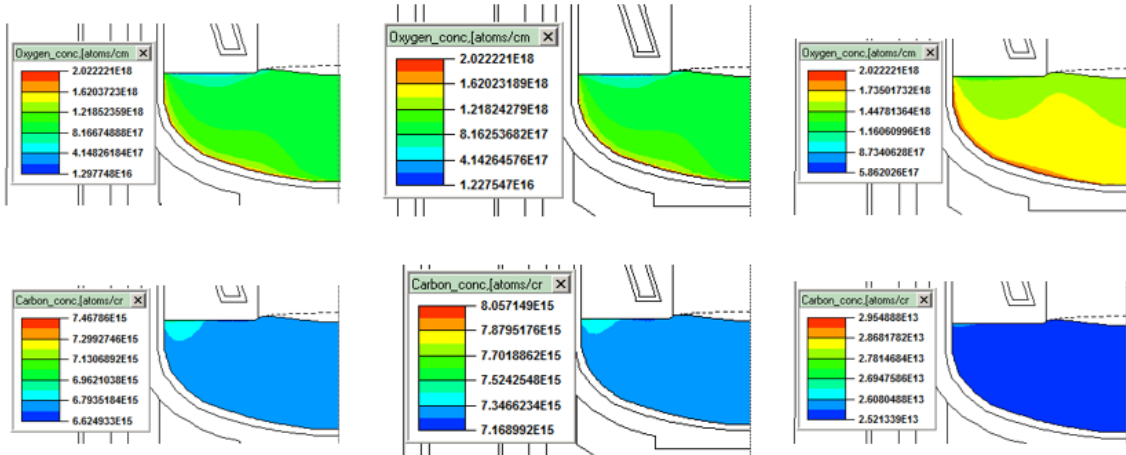
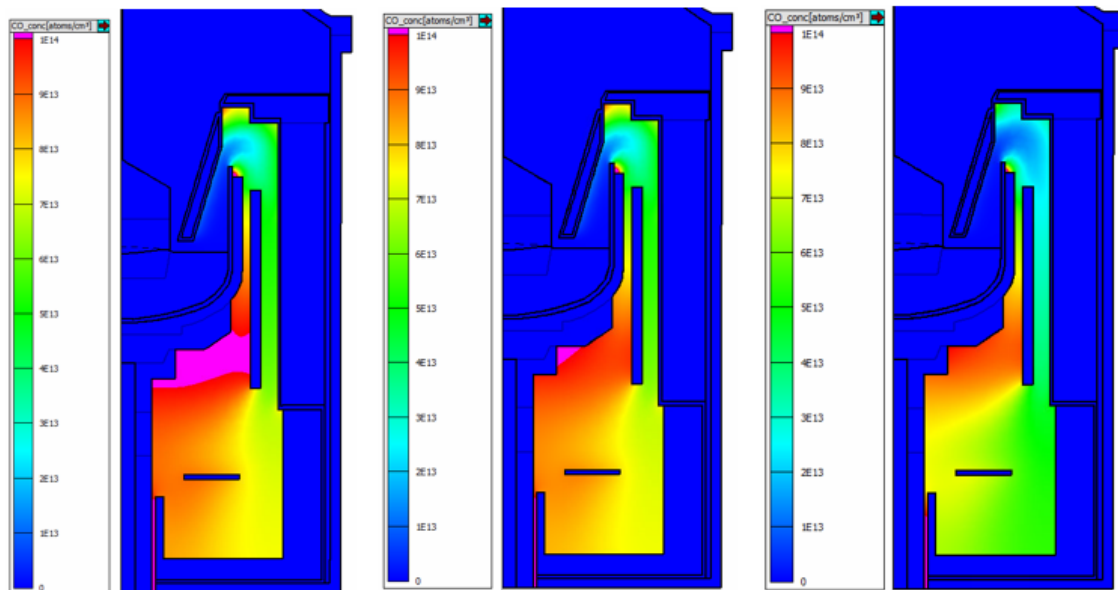
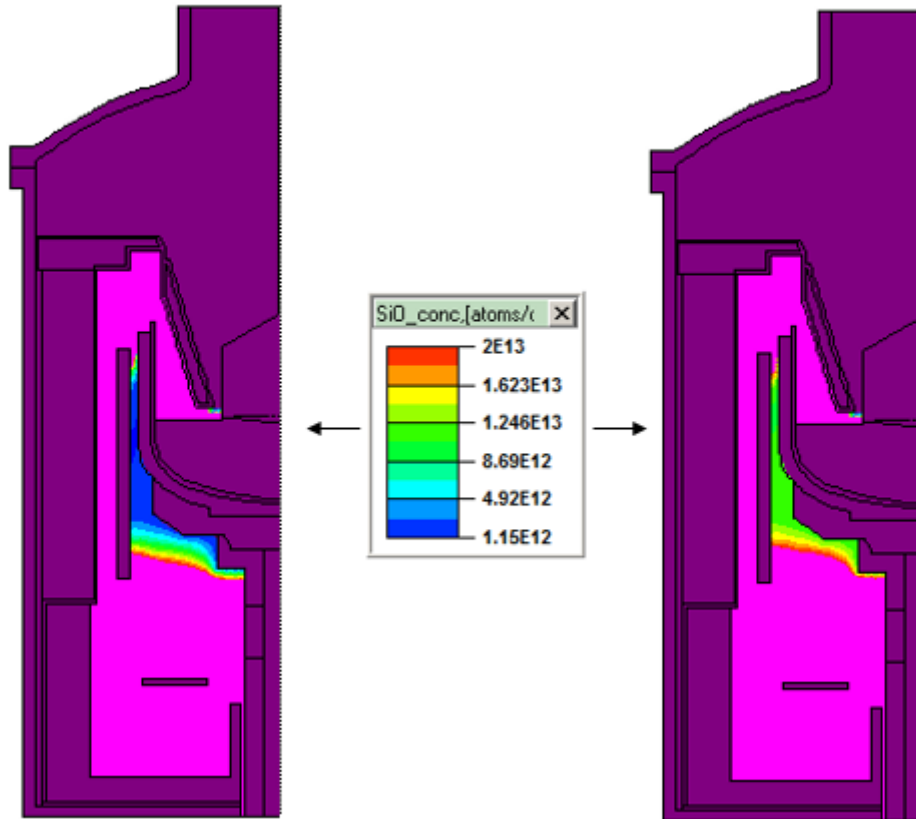

図 5. 融液自由表面の調整パラメータを変更した場合の結果比較
図 6. カーボン表面の調整パラメータを変更した場合の結果比較
図 7. 固体壁の調整パラメータを変更した場合の結果比較
- Si Chemical Model の改良①②③ (図 5、図 6、図 7)